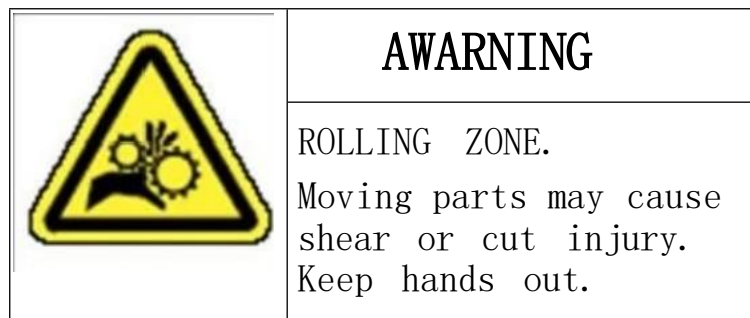

图2-4
- 4.2.1.1. 此标识不能被随意移除或替代，它使用于有链轮转动的位置，维修机器前必须先切断电源，此机器中有两处需贴此标识，一个位于立柱底部，另一个位于立柱上方。见图2-4。